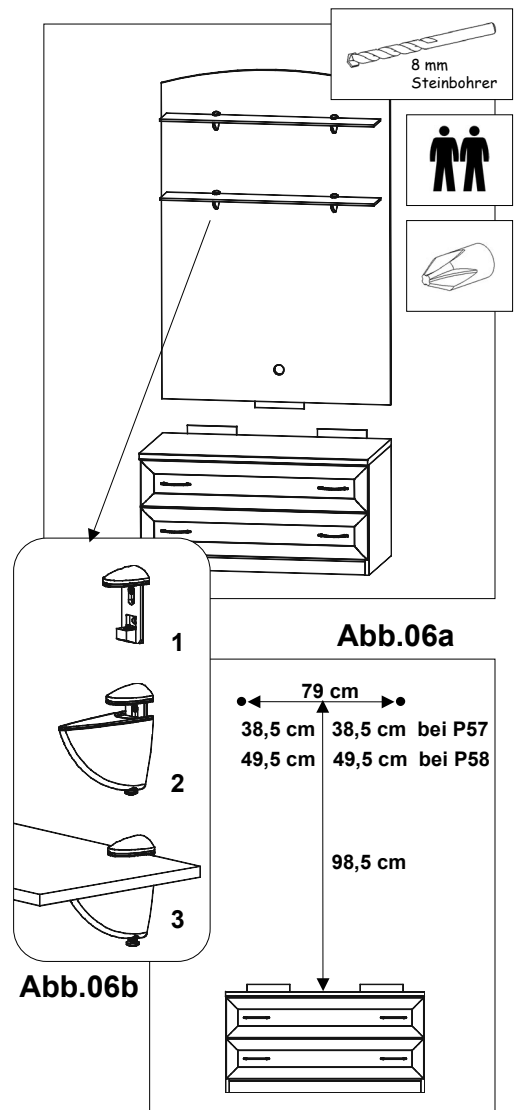

Abb.06c
- Mit den Haken (Q) und dem Dübel (R) das Paneel befestigt. Die Position der Haken wird mit den Maßen von Abb.06c festgelegt.